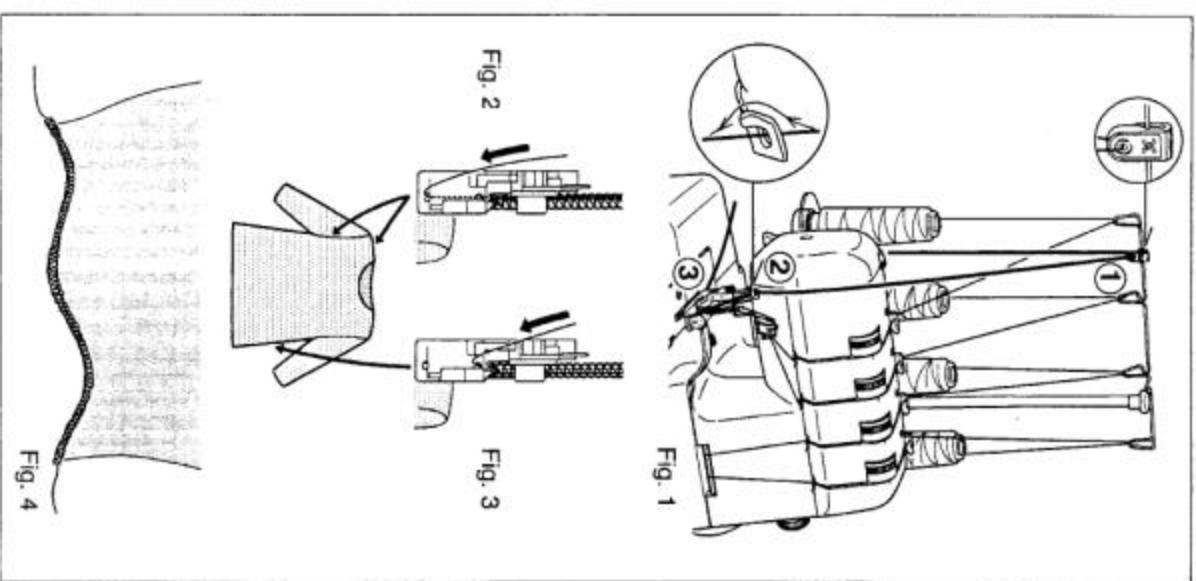

Fig. 4
**FOR MAKING WAVED HEM WITH GUT** (Fig. 4), pass the gut through the rear hole and start ROLLED HEMMING (See page 34).
**POUR FAIRE DES BORDS ONDULES AVEC CORDONNET** (Fig.4), passer le cordonnet par le trou arrière du pied presseur et commencer un ourlet roulé (voir page 35). Ceci est utilisé pour le bas des jupes, volants, etc ...
**PARA HACER DOBLADILLO ONDULADO CON LA CUERDA** (Fig. 4), pasar la cuerda a través del agujero posterior y empezar dobladillo enrollado. (Ver página 35)
- PER PRODURRE UN ORLO ONDULATO CON IL CORDONE** (Fig. 4) passare il cordone attraverso il foro posteriore e cominciare.